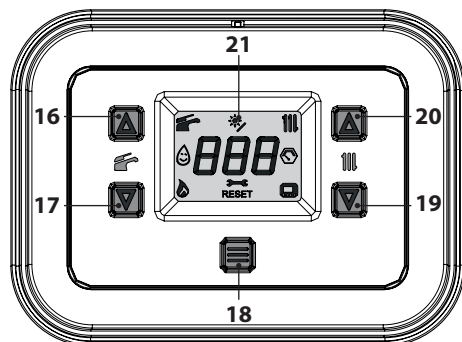

Figura 6.7
- Tenere premuto per 5 secondi il tasto 18 fino a far apparire sul display entrambi i simboli  e  (Figura 6.7).
- Entrare in "modalità programmazione" premendo contemporaneamente per 5 secondi i tasti 17 e 19 (Figura 6.7) fino a far apparire
- Premere il tasto 18 (Figura 6.7) per attivare la funzione. Il display visualizzerà quanto segue (Figura 6.11 e Figura 6.12).
- tenere premuti contemporaneamente i tasti 17 e 19 per 5 sec. (Figura 6.7) (ritorno al livello precedente).
- Spegnerne la caldaia tenendo premuto per 5 secondi il tasto 18 (Figura 6.7) fino a far apparire sul display LCD il simbolo **— — —** (i trattini vengono accesi in sequenza per simulare uno scorrimento) (Figura 6.6).